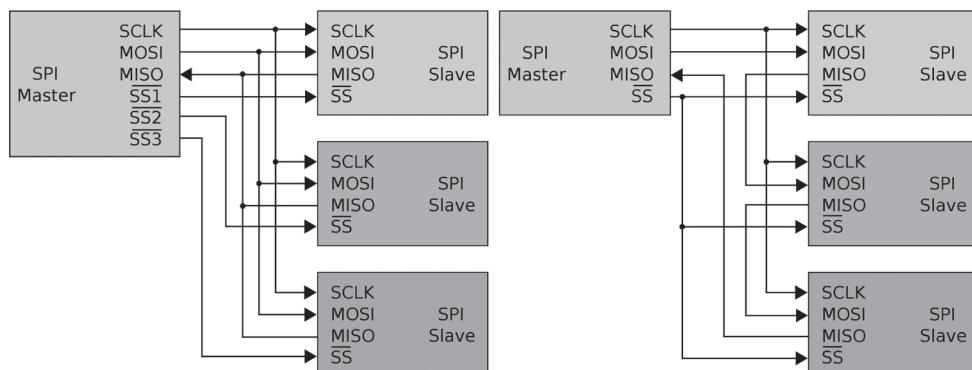

Figura 11.4 – Esquerda: um mestre com três escravos independentes. Direita: escravos encadeados (imagem cortesia de Colin M. L. Burnett).
O pino Slave Select (SS) controla quando um dispositivo pode ser acessado, caso mais de um escravo esteja anexado ao mestre (Figura 11.4). Quando há apenas um dispositivo escravo, como em seu caso, o SS (CSB no SCP1000) é opcional. Entretanto, como regra, ele deve ser utilizado independentemente do caso, uma vez que também pode ser usado como um reset para o escravo, servindo para deixá-lo pronto a receber o próximo byte. O sinal de seleção de escravo é enviado pelo mestre, para dizer ao escravo que ele deseja iniciar uma troca de dados SPI. O sinal está ativo quando **LOW**, por isso, quando mantido **HIGH**, o dispositivo escravo não está selecionado.